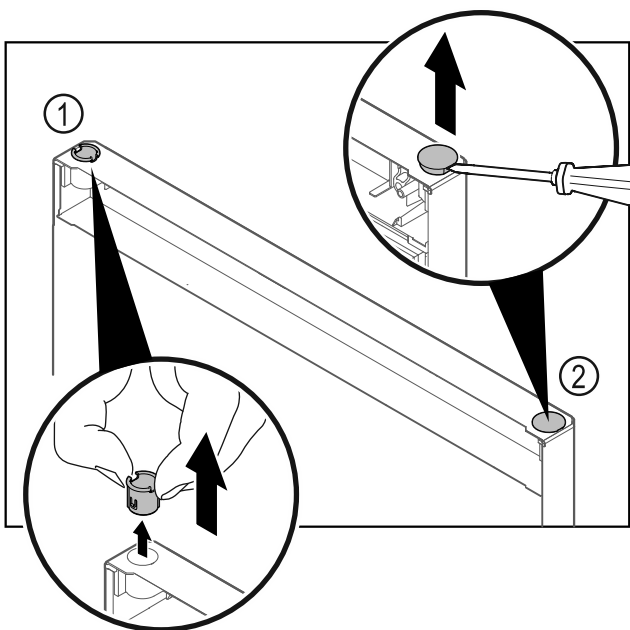

Fig. 28 Jääkaappiosan ovi
- Vedä saranaholkki Fig. 28 (1) sormin pois.
- Kohota suojanastaa Fig. 28 (2) varovasti uraruuvimeisellillä ja vedä se pois.